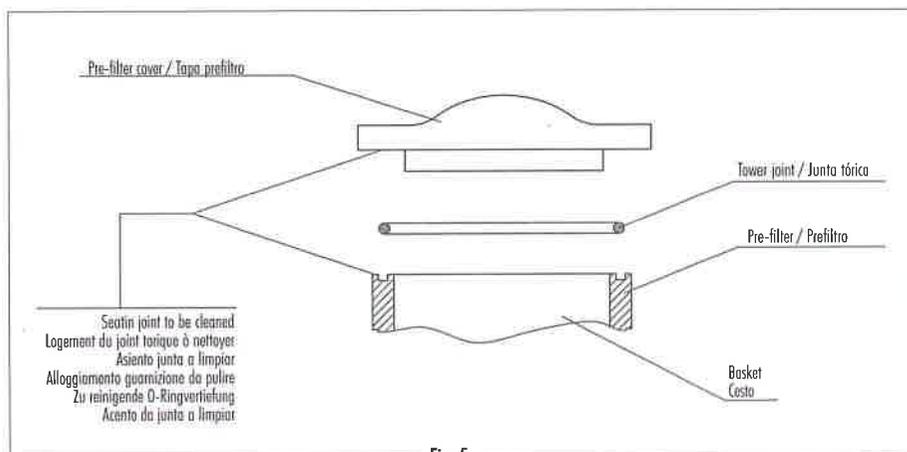

Fig. 5
1. Desmontar a tampa do pré-filtro (Fig. 5).
- Colocar a tampa do pré-filtro e fechar sem esquecer de colocar a junta na respectiva posição (Fig.5).